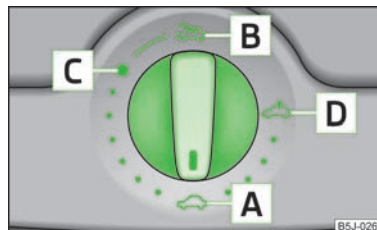

Fig. 19
Le toit ouvrant coulissant/relevable électrique est commandé au moyen du bouton rotatif » fig. 19 et fonctionne uniquement si le contact est mis. Le bouton rotatif possède plusieurs positions.
- Faites tourner le sélecteur sur la position C » fig. 19.
➤ Faites tourner le sélecteur sur la position **A** » fig. 19.
Le toit ouvrant coulissant/relevable est équipé d'un dispositif de limitation de pression. Le toit ouvrant coulissant/relevable s'arrête et s'ouvre complètement si un obstacle (de la glace par ex.) empêche sa fermeture. Vous pouvez fermer complètement le toit ouvrant/relevable sans dispositif de limitation de la force exercée en poussant vers l'avant le sélecteur en position **A** » fig. 19 jusqu'à ce que le toit soit complètement fermé » **!**.
Après chaque actionnement de secours (avec la clé mâle coudée pour vis à six pans creux), le toit ouvrant/relevable doit être remis sur sa position initiale. Vous devez donc amener le sélecteur sur la position **A** » fig. 19 et le maintenir appuyé vers l'avant pendant 10 secondes environ.